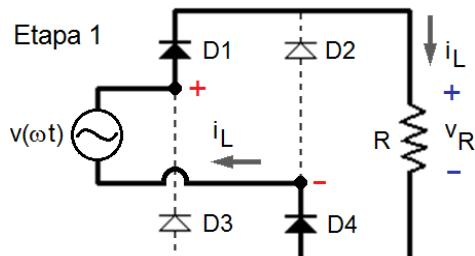

Figura 1.
**Questão 1** – Seja o circuito retificador de onda completa, com carga resistiva, como mostra a Figura 1. A tensão de entrada é dada por  $v(t) = 180 \sin 377t$ .